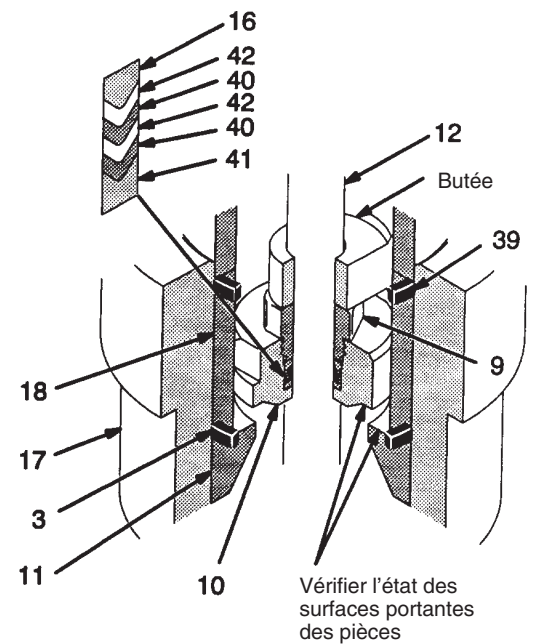
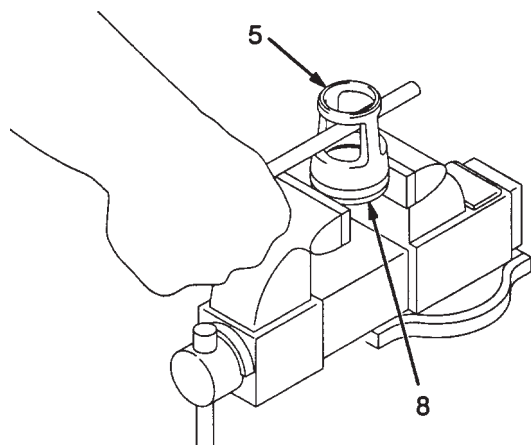
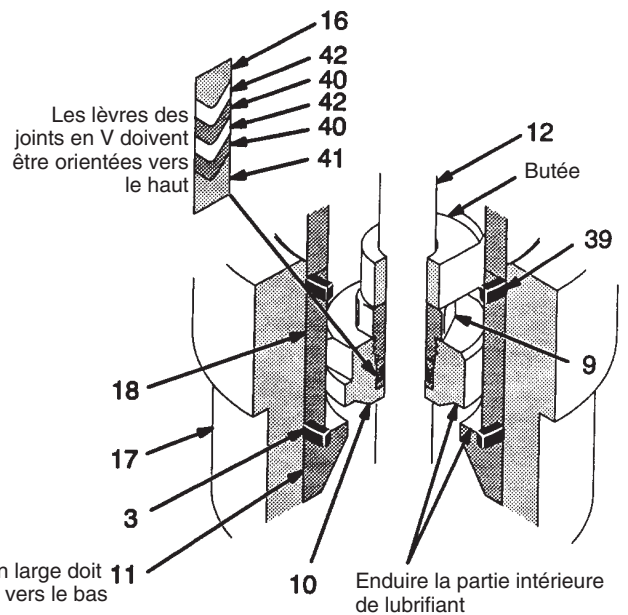

Fig. 6
Fig. 7
Fig. 8
Pendant le démontage de la pompe, disposer les pièces en ordre de manière à faciliter le remontage. Voir Fig. 6.
14. Serrer les méplats du piston (6) dans un étau. Dévisser la tige de piston (1) du piston (6). Retirer du piston l'ensemble de siège et guide de piston. Vérifier que les surfaces portantes du piston (6) et de son siège (8) ne présentent aucun dommage. Voir l'illustration Détails à la Fig. 6.
15. Retirer la tige de piston (1) de l'étau et vérifier qu'elle ne présente aucune entaille ou éraflure en y passant le doigt.
16. Placer l'ensemble de siège et guide de piston dans l'étau et refermer les mâchoires sur les méplats du siège (8) en serrant juste assez pour maintenir la pièce dans l'étau. Glisser une tige en laiton dans les ouvertures du guide de piston (5) et le dévisser du siège comme indiqué Fig. 7. Retirer le joint d'étanchéité (7) du piston.
17. Prendre l'ensemble de clapet de pied qu'on a retiré selon les indications fournies au point 10 et dévisser l'écrou de presse-étoupe (9) du corps du clapet (10). A l'aide d'une pique à joints toriques, retirer les anneaux presse-joints (16, 41) et les joints en V (40 et 42) du corps du clapet. Voir Détails, Fig. 6.
18. Dévisser la manette du robinet de décompression (28) et l'extraire complètement du corps de celui-ci. Nettoyer les filets et l'orifice de purge à l'intérieur du corps du robinet, qu'il n'est pas nécessaire de retirer du carter de sortie (18).
19. Retirer l'écrou de presse-étoupe (2), les joints de presse-étoupe (22, 24) et les anneaux presse-joints (21, 23) du carter de sortie (19). NE PAS retirer de ce carter le raccord de sortie produit (20) ni son joint torique (25), à moins que leur remplacement ne soit nécessaire.
Voir Fig. 8 pour le remontage.
1. Installer le siège (11) de clapet de pied dans le logement (17), chanfrein large orienté vers le bas du logement. Enduire le joint torique (3**) de lubrifiant et l'installer dans le logement. Mettre le logement de côté.
2. Installer le joint de piston (7**) sur le siège de piston (8). Placer le siège dans un étau en serrant les mâchoires juste assez pour maintenir la pièce dans l'étau. Appliquer de l'étanchéifiant sur les filets du siège et du guide (5) de piston. Visser le guide sur le siège (8). Serrer le guide à l'aide d'une tige en laiton jusqu'à ce qu'il soit bien en place, et ce au couple d'environ 125 à 137 N.m. Voir Fig. 7 et Fig. 8.
3. Serrer les méplats de la tige (1) de piston dans un étau à mâchoires souples. Enduire d'étanchéifiant les filets de la tige et les filets supérieurs du piston (6). Placer l'ensemble de siège et guide de piston sur le piston et visser celui-ci à fond sur la tige (1).
4. Serrer les méplats du piston (6) dans l'étau. Visser la tige au couple de 459 à 481 N.m. Il doit y avoir un petit espace entre le sommet du piston (6) et l'épaule de la tige (1).
5. Enduire d'étanchéifiant les filets inférieurs du piston et les filets supérieurs de la tige de la palette de gavage (12). A l'aide d'une clé à molette appliquée sur les méplats de la tige, visser la tige sur le piston. Serrer au couple de 141 à 155 N.m. Prendre soin de ne pas endommager les méplats de la tige.
6. Faire coulisser le guide de la tige (18) sur la tige de la palette de gavage (12) en s'assurant que l'extrémité située à proximité de la butée se place bien sur la tige en premier. Voir l'illustration Détails Fig. 8.
7. Enduire de lubrifiant les joints de clapet de pied et l'intérieur du corps de clapet (10). Installer les joints un par un dans l'ordre suivant, les lèvres des joints en V devant être orientées vers le haut : l'anneau presse-joints femelle (41*), un joint en V en PTFE (40*), un joint en V en polyéthylène ultra-haute densité (42*), PTFE (40*), polyéthylène ultra-haute densité (42*) et l'anneau presse-joints mâle (16*). Visser l'écrou de presse-étoupe du clapet de pied (9) à fond dans le corps de clapet (10).
8. Faire coulisser l'ensemble de clapet de pied sur la tige de la palette de gavage (12) en s'assurant que l'écrou de presse-étoupe (9) va se placer sur la tige en premier. Pousser l'ensemble de clapet vers le sommet de la tige et l'arrêter avant qu'elle n'atteigne le guide de la tige (18).
10. Retirer la tige de piston (1) de l'étau. Placer le cylindre (4) en position latérale dans l'étau à mâchoires souples.
11. Enduire le joint d'étanchéité (39**) de lubrifiant et le placer sur la partie inférieure du cylindre (4). (La symétrie du cylindre permet de choisir l'une ou l'autre de ses deux extrémités comme partie inférieure). Voir Fig. 8.